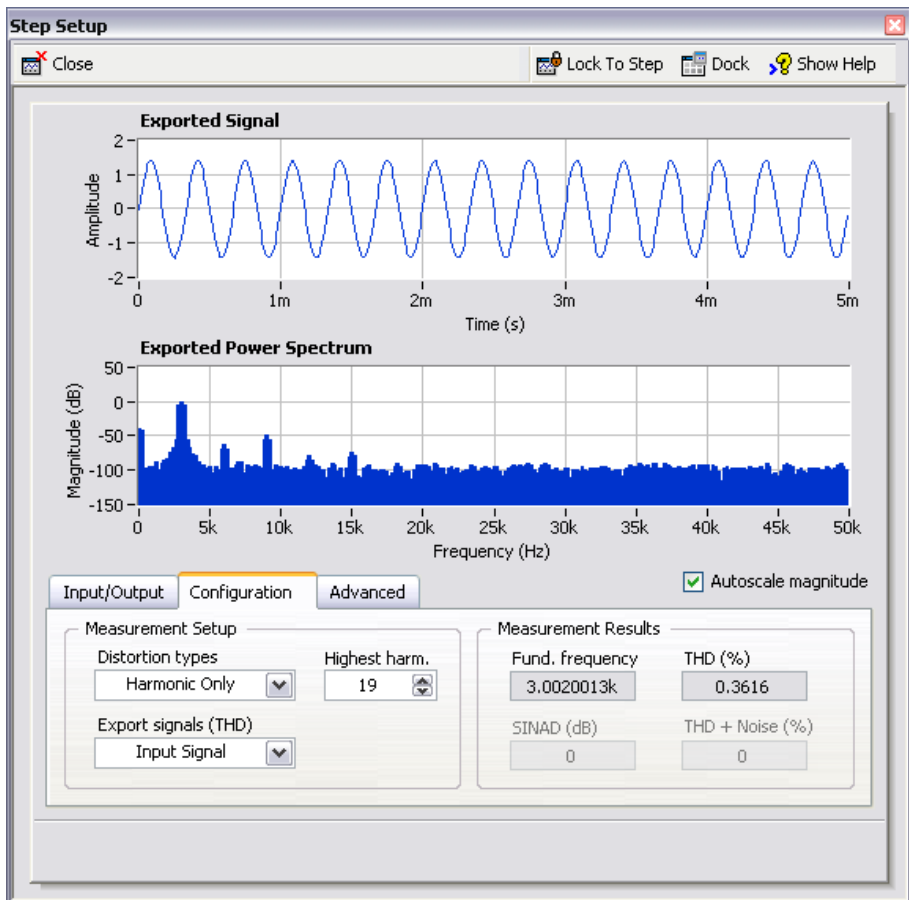

図 4-3 Distortion ステップの Step Setup ダイアログボックス
1. プロジェクトビューの **Distortion** ステップをダブルクリックします。図 4-3 のような Distortion ステップの **Step Setup** ダイアログボックスが表示されます。**Step Setup** ダイアログボックスが組み込まれている場合には、ツールバーの左にある **Dock** ボタンをクリックし、**Step Setup** ダイアログボックスが別のウィンドウになるようにしてください。